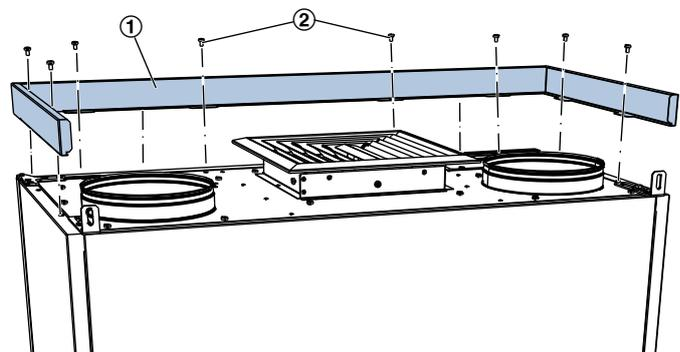
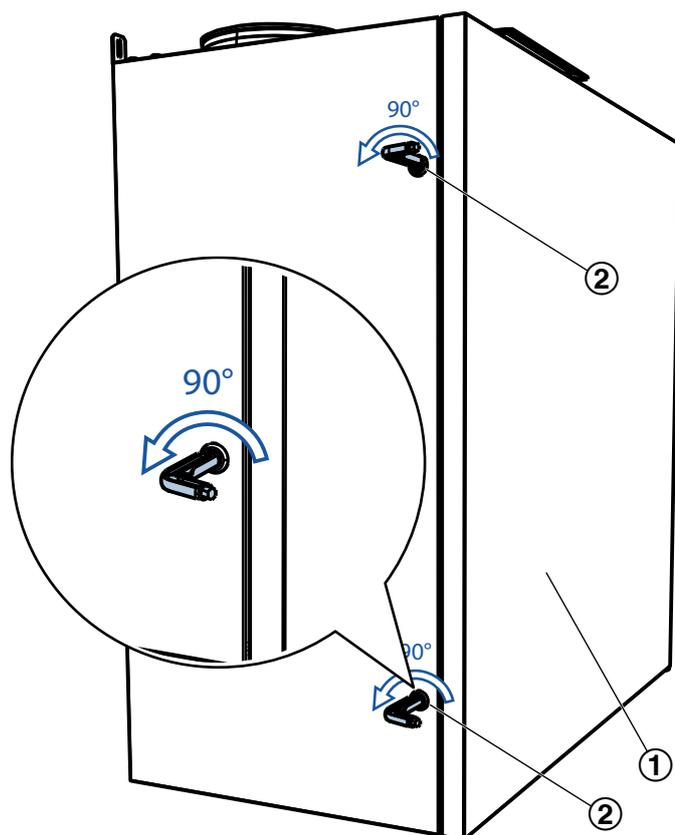

Abb. 8: Blendrahmen demontieren
Abb. 9: Vorreiber öffnen
2. ▶ Am Geräteoberteil die Schrauben ( Abb. 8 /2) vom Blendrahmen lösen. Rahmen ( Abb. 8 /1) abnehmen und für spätere Montage lagern.
3. ▶ Am Geräteoberteil die Verschlüsse der Revisionsstür ( Abb. 9 /1) die Verschlüsse ( Abb. 9 /2) öffnen.
4. ▶ Scharnier ( Abb. 8 /1) durch Lösen der Schrauben ( Abb. 8 /2) demontieren. Revisionsstür ( Abb. 9 /1) abnehmen und für spätere Montage lagern, Distanzbleche ( Abb. 8 /3) und Gleitscheibe ( Abb. 8 /4) aufbewahren.
16. ▶ Am Geräteoberteil den Blennerahmen ( Abb. 8 /1) aufsetzen und mit Schrauben ( Abb. 8 /2) befestigen.